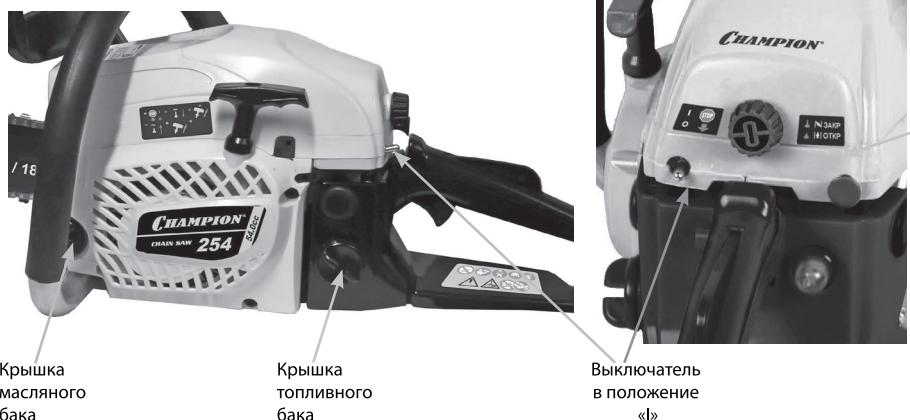

Рис.9
1. Заполните топливный бак свежеприготовленной топливной смесью. (Рис. 9).
2. Заполните масляный бак чистым маслом для смазки цепи (Рис.9)
### **ЗАПУСК ХОЛОДНОГО ДВИГАТЕЛЯ (РИС.9)**